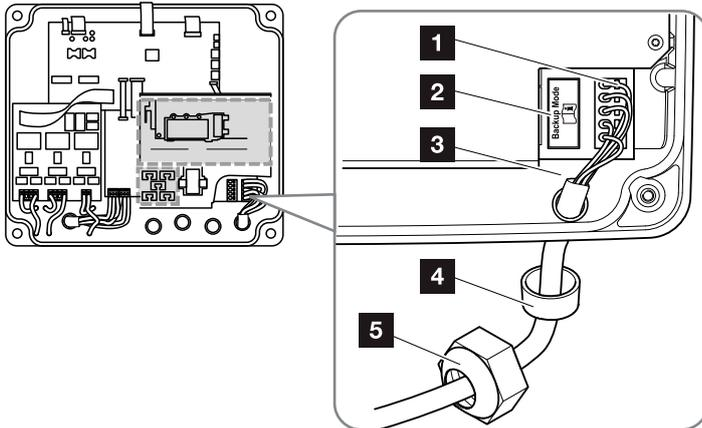

Abb. 22: Netzzuleitung am Wechselrichter anschließen
7. Die Adern der Netzzuleitung entsprechend der Beschriftung an der AC-Anschlussklemme anschließen.   **Abb. 22, Pos. 1**